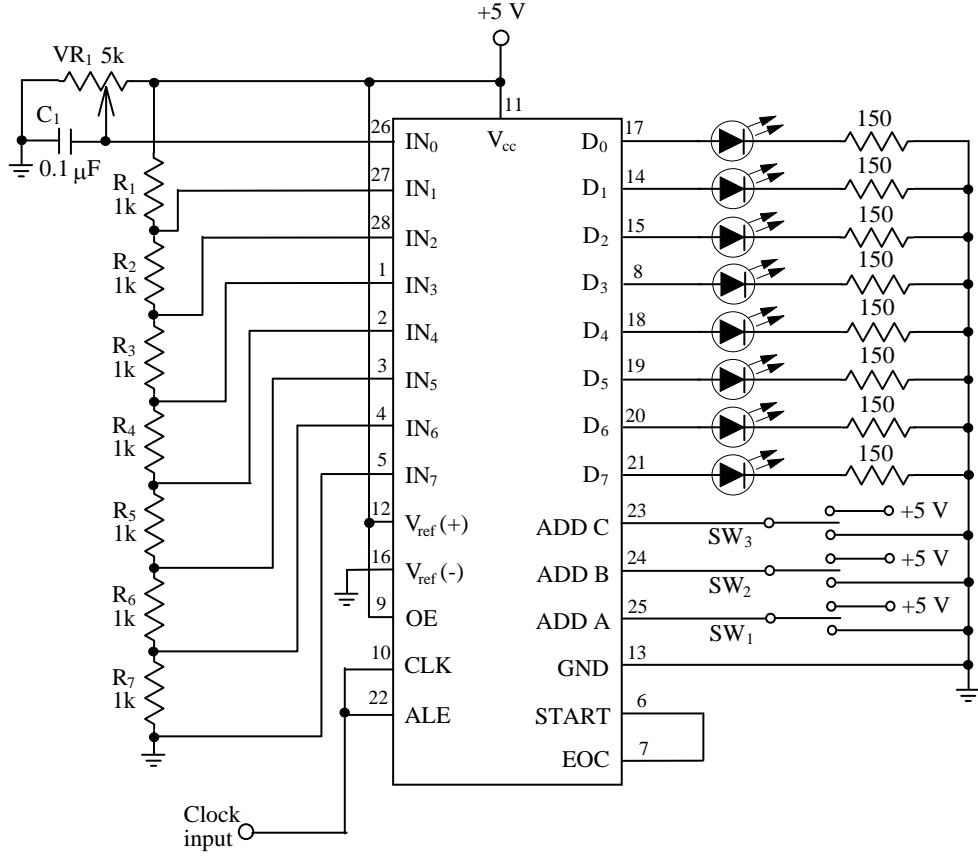

Fig. 9-7 ADC0809 ADC devresi.
ADC0809 ile pratik bir ADC devresi Fig. 9-7'de görülmektedir. EOC pini doğrudan START pinine bağlanmıştır. Bu, EOC çıkış işaretini ADC0809'u başlatmak için kullanır. ADC çalışmasını kontrol etmek için saat darbeleri, ALE ve CLK pinlerine uygulanır.  $IN_0$  girişine uygulanan analog gerilimin seviyesi,  $VR_1$  ayarlanarak kontrol edilir. Ancak,  $IN_1$ 'den  $IN_7$ 'ye kadar olan girişlerin seviyeleri  $R_1$ ,  $R_2$ ,  $R_3$ ,  $R_4$ ,  $R_5$ ,  $R_6$ , ve  $R_7$  elemanlarından oluşan gerilim bölücüleri ile belirlenir. Analog kanal girişleri,  $SW_1$ ,  $SW_2$ , ve  $SW_3$ 'ün durumlarına göre seçilir. LED göstergesi, dijital çıkışların durumlarını gösterir.
2. Fig. 9-7'deki ADC0809 ADC devresinde bulunan  $SW_1$ ,  $SW_2$ , ve  $SW_3$  anahtarlarının görevini yorumlayın.